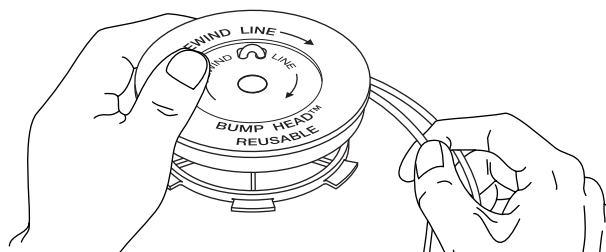

Fig. 16
7. Enroulez les fils en couches uniformes serrées sur le moulinet (Fig. 16). Enroulez le fil dans le sens indiqué sur le moulinet intérieur. Placez votre index entre les deux fils pour les empêcher de se superposer. Ne superposez pas les extrémités du fil. Passez à l'étape 11.